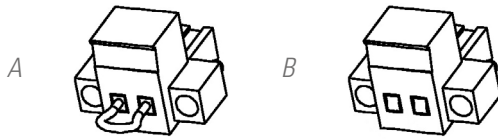

Fig. 6. Connecteur pour l'EPO externe.
- Au retrait du connecteur femelle de la prise où il est inséré. Ce connecteur a un câble connecté en mode pont qui ferme le circuit (voir Fig. 6- A),
- ou en appuyant sur le bouton externe à l'équipement et appartenant à l'utilisateur et installé entre les bornes du connecteur (voir Fig. 6- B). La connexion dans le bouton poussoir doit être dans le contact normalement fermé -NC-, de sorte qu'il ouvrira le circuit lorsqu'il est actionné.